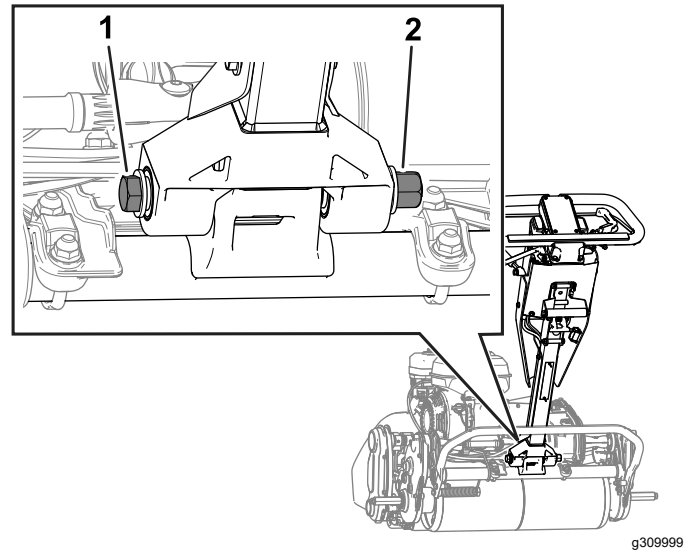

Bild 37
- Lösen Sie die Schraube und Mutter wie in Bild 37 dargestellt.